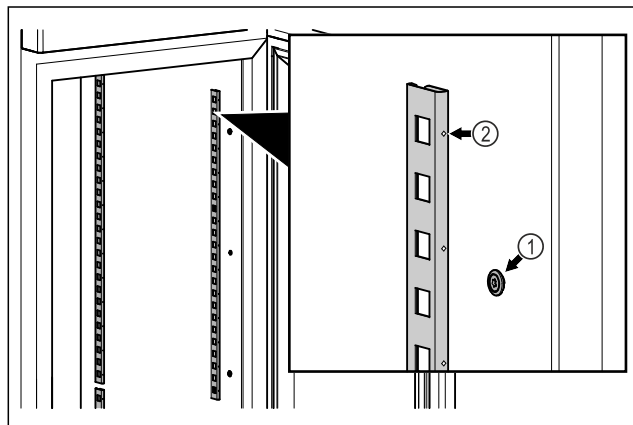

Fig. 15 Приблизне відображення
- ▶ Зачепити фіксувальну планку за підвіску Fig. 15 (1). Маркування Fig. 15 (2) повинно бути спрямоване вперед.